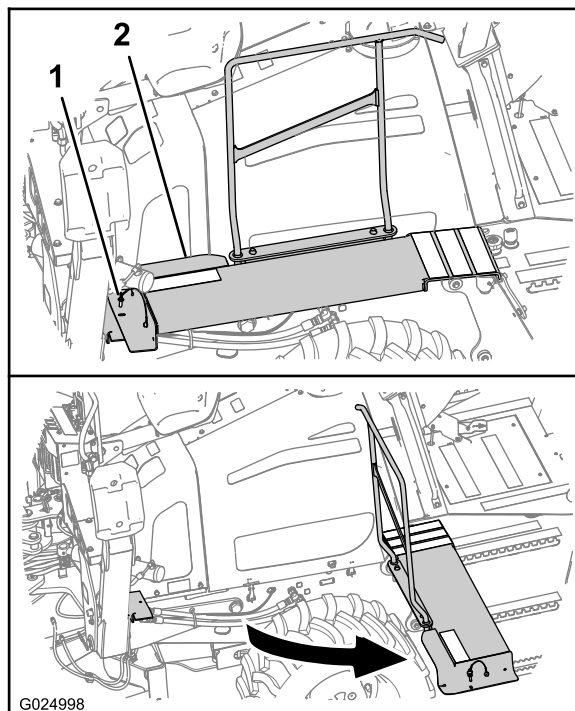

Рисунок 59
- А. С левой стороны машины снимите стопорный штифт с переднего конца пешеходных мостков (Рисунок 59).
- В. Отведите пешеходные мостки в сторону от машины, как показано на Рисунок 59.
- А. Поверните передний конец пешеходных мостков в его исходное положение (Рисунок 59).
- В. Совместите отверстие в пешеходных мостках с отверстием в опорном кронштейне мостков (Рисунок 59).